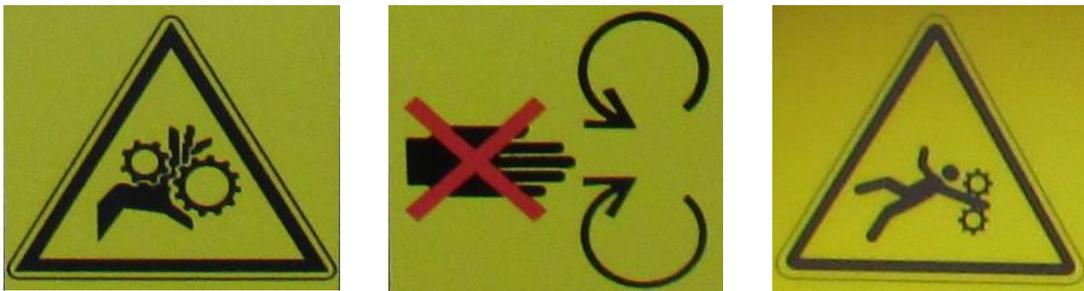

Figure 22 - Pictogrammes rappelant le risque d'être attiré dans le mécanisme d'alimentation
- ✓ Un pictogramme rappelant le risque d'être attiré dans le mécanisme d'alimentation doit être disposé à l'intérieur et à l'extérieur de la goulotte d'alimentation. Trois exemples sont présentés ci-dessous (Figure 22) ;